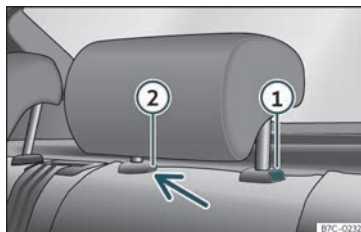

Fig. 101 Reposacaps del darrere: desmuntatge.
- Premeu la tecla >>> fig. 101 ① i, prement alhora per l'orifici del fiador ② amb un tornavís pla de màxim 5 mm d'amplada, traieu el reposacaps.